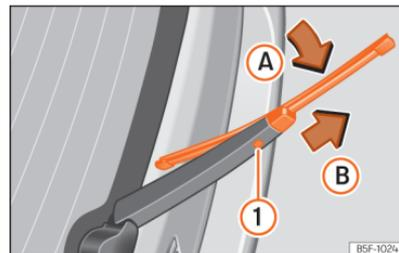

Fig. 159 Substituição da escova do vidro traseiro.
- Rode ligeiramente a escova »» Fig. 159 [seta  A].